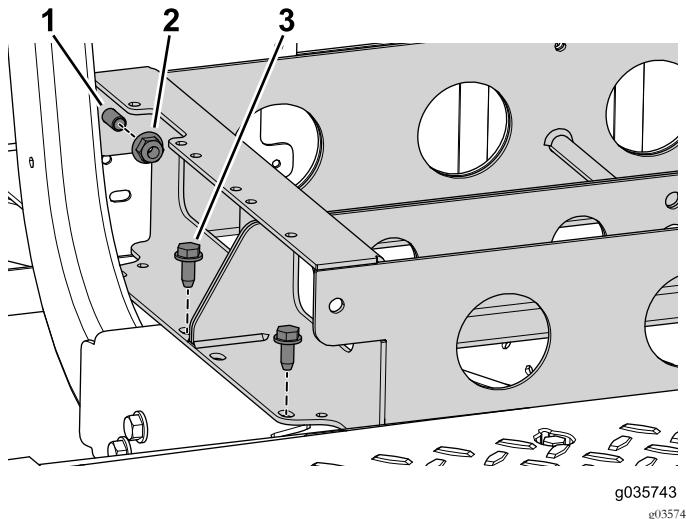

Bild 83
1. Befestigen Sie die hinteren und vorderen Batteriefächer mit den zwei Bundmuttern und Schrauben (Bild 83).
2. Befestigen Sie das vordere Batteriefach mit den vier Schrauben (3/8" x 1") an der Maschine (Bild 83).